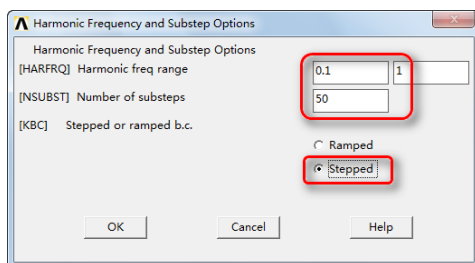

图 14-35 “Harmonic Frequency and Substep Options” 对话框
⑤设置载荷：Main Menu > Solution > Load Step Opts > Time/Frequenc > Freq and Substps，弹出“Harmonic Frequency and Substep Options”对话框，在“[NSUBST] Number of substeps”文本框中输入 50，在“[HARFRQ] Harmonic freq range”文本框中依次输入
0.1 和 1，在 “[KBC] Stepped or ramped b.c.” 后面单击选择 “Stepped”，如图 14-35 所示，单击 “OK” 按钮。